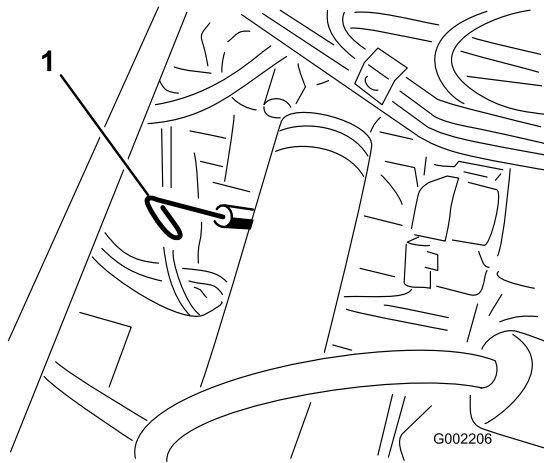

Bild 15
2. Nehmen Sie den Peilstab heraus, der sich unter dem Fahrersitz befindet, und wischen Sie ihn mit einem sauberen Lappen ab (Bild 15). Stecken Sie den Peilstab in das Rohr und stellen Sie sicher, dass er vollständig eingeführt ist. Nehmen Sie den Peilstab heraus und prüfen Sie den Ölstand.